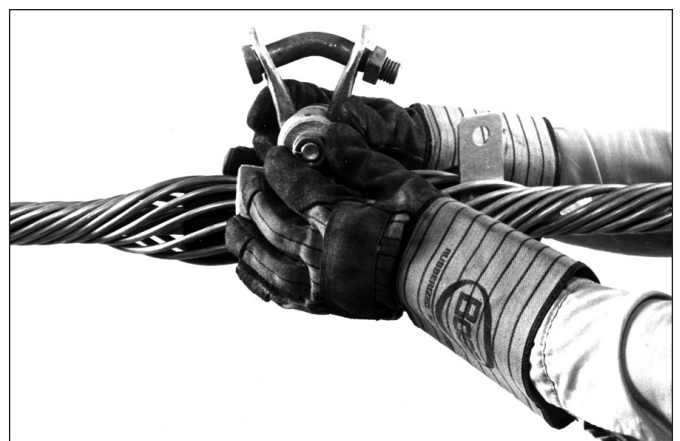

FIGURA 10
3.08 Introduza o parafuso através da braçadeira e da sapata. Aplique a arruela de pressão. (Figura 10).